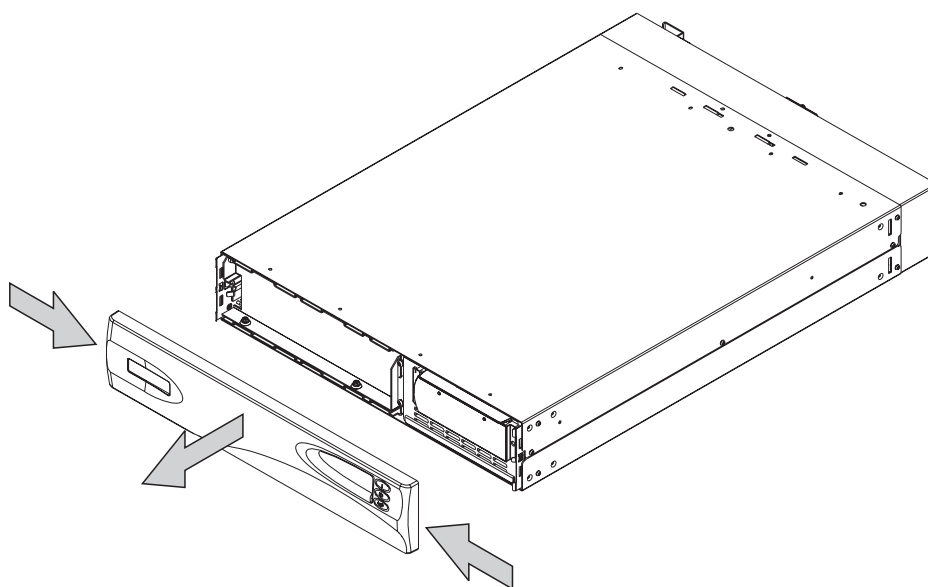

図 239. 2145 UPS のフロント・パネルの取り外し
3. 図 239 に示すように、フロント・パネルの両側面を内側に押し、次に両端を手前に引いて、フロント・パネルを除去します。